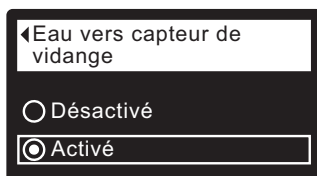

FIG. 94
7. Appuyez sur le sélecteur (O) pour afficher l'écran Capteur d'eau vers vidange (cf. Figure 94).